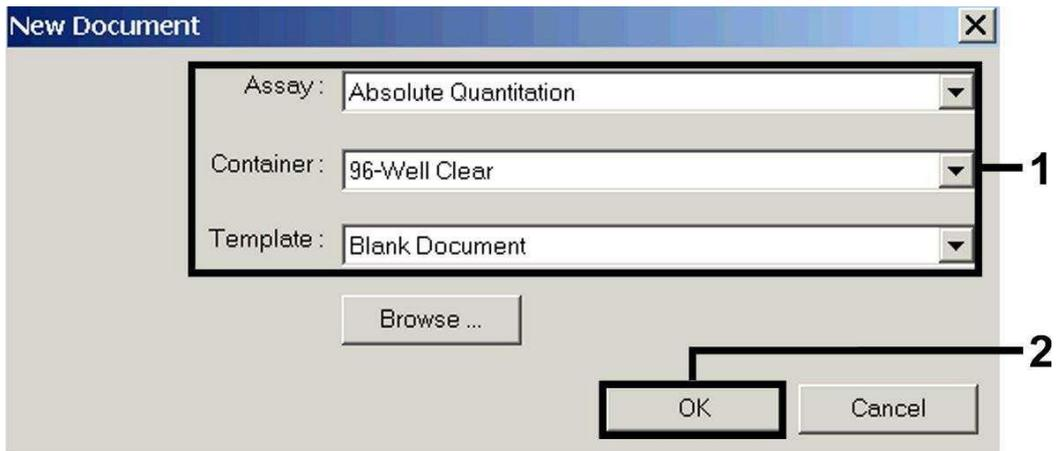

Abb. 3: Voreinstellungen bei der Erstellung eines neuen PCR-Laufs (*New Document*).
Wählen Sie auf dem *ABI PRISM 7000 SDS* den unter *File* befindlichen Menüpunkt *New* an und stellen Sie für das neue Dokument die folgenden Grundeinstellungen ein (siehe Abb. 3). Ein zuvor abgespeichertes Template (*SDS Template [*.sdt]*) steht Ihnen in der *Template*-Liste oder durch Auswahl mittels *Browse*-Funktion zur Verfügung (siehe 8.5.1.5 **Speichern des PCR-Laufs**). Bestätigen Sie Ihre Eingaben (OK).